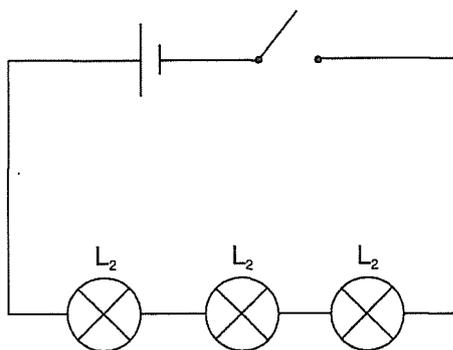
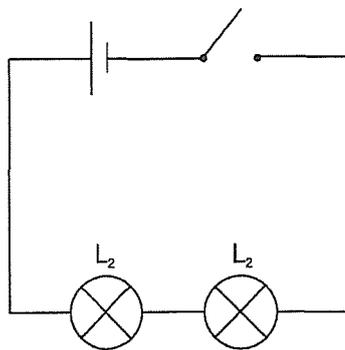
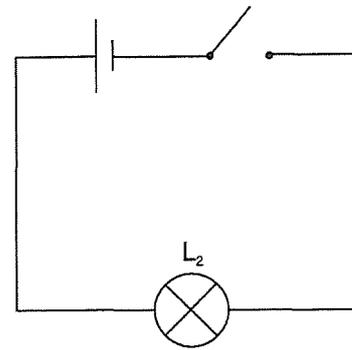
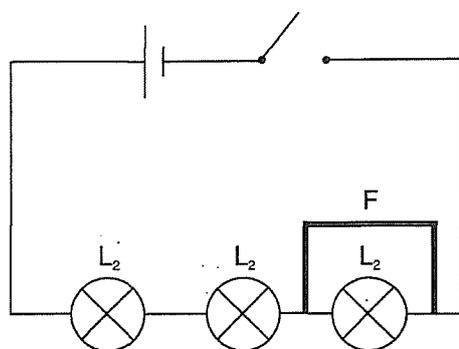

Figure 7.1
Figure 7.2
Figure 7.3
Figure 7.4
4.1. Réaliser le montage de la figure 7.1. Fermer l'interrupteur. Estimer l'éclat des ampoules. Noter les observations.
4.3. Réaliser le montage de la figure 7.2. Fermer l'interrupteur. Comparer l'éclat des ampoules avec l'éclat observé dans le montage de la figure 7.1. Noter les observations.
4.4. Réaliser le montage de la figure 7.3. Fermer l'interrupteur. Comparer l'éclat de l'ampoule avec les éclats observés dans les montages de la figure 7.1 et de la figure 7.2. Noter les observations.
4.5. Réaliser de nouveau le montage de la figure 7.1, fermer l'interrupteur puis «court-circuiter» l'une des ampoules à l'aide d'un fil de connexion (fil F de la figure 7.4). Noter les observations.
| 4.2 | dévisser 1 ampoule du montage de la figure 7.1 | |
5.3. Que dire de l'intensité du courant dans le cas de la manipulation 4.2? Représenter le circuit obtenu dans ce cas. S'agit-il encore d'un circuit fermé? Que se passerait-il si, soudain, une ampoule du montage de la figure 7.1 «grillait» (rupture du filament), l'interrupteur étant fermé?